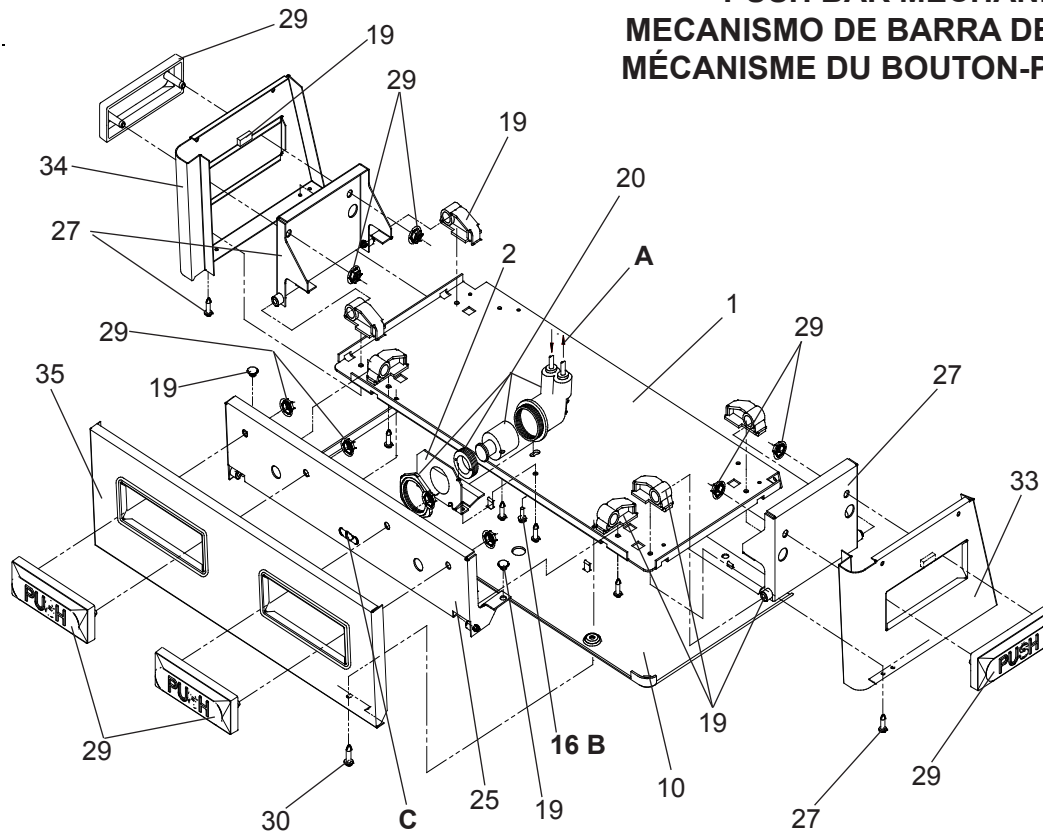

Fig. 4
- 4) Hang the cooler on the hanger bracket. Be certain the hanger bracket is engaged properly in the slots on the cooler back as shown in Fig. 4.
- 5) Loosen the two (2) screws holding the lower front panel at the bottom of cooler base and two (2) screws at the top. Remove the front panel and set aside.
- 8) Stream height is factory set for 45-50 PSI supply. If supply pressure varies greatly from this, adjust screw, accessible by removing front push panel (Item 35, Fig. 4). CW adjustment will raise stream and CCW adjustment will lower stream. For best adjustment, stream should hit basin approximately 6-1/2" (165mm) from bubbler.
- 9) Replace the front panel and secure by retightening four (4) screws.
- 4) Installez le refroidisseur sur les supports en vous assurant que ceux-ci sont bien installés dans les fentes à l'arrière du refroidisseur tel qu'indiqué à la figure 4.
- 5) Dégagez les deux (2) vis retenant le panneau inférieur avant au bas de la base du refroidisseur ainsi que deux (2) vis sur le dessus. Retirez le panneau avant et mettez-le de côté.
- 8) Hauteur de flux est réglé en usine pour la fourniture de 45 à 50 lb/po2. Si la pression varie beaucoup de ce point, ajustez la vis que l'on peut atteindre en retirant le panneau avant (article 35, fig. 4). Si vous ajustez dans le sens des aiguilles d'une montre, le jet augmentera et dans le sens contraire, le jet diminuera. Le meilleur ajustement est lorsque le jet frappe le bassin à environ 6-1/2" (165mm) du barboteur.
- 9) Remplacez le panneau avant et fixez le en place en resserrant les quatre (4) vis.